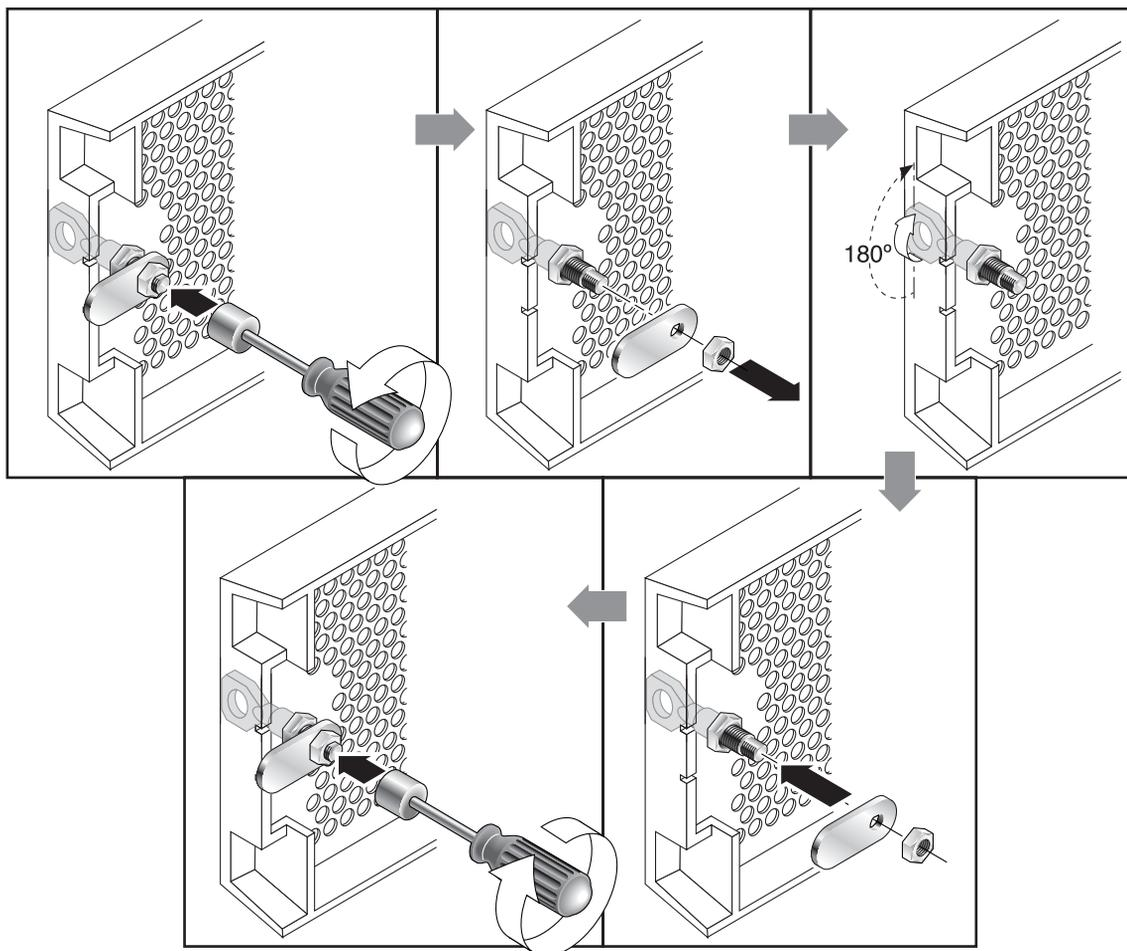

図 4-2 鍵を抜き取ることができないように正面ベゼルロックを変更するためのステップ順序
3. 鍵が回らないように保持しながら、3/8 インチ (12 mm) のナットドライバを使用して、掛け金を固定しているナットを外します (図 4-2 の最初のパネルを参照)。
4. 掛け金を持ち上げて、ロック本体のねじ部から外します (図 4-2 の 2 番目のパネルを参照)。
6. 鍵を使用してロックを 180 度回転させます (図 4-2 の 3 番目のパネルを参照)。
7. 掛け金を、外したときと同じ向きで元の位置に戻します (図 4-2 の 4 番目のパネルを参照)。
8. 鍵が回らないように保持しながら、ナットドライバを使用して掛け金を固定するナットを締めます (図 4-2 の 5 番目のパネルを参照)。ナットをつぶさないように注意して締めてください。